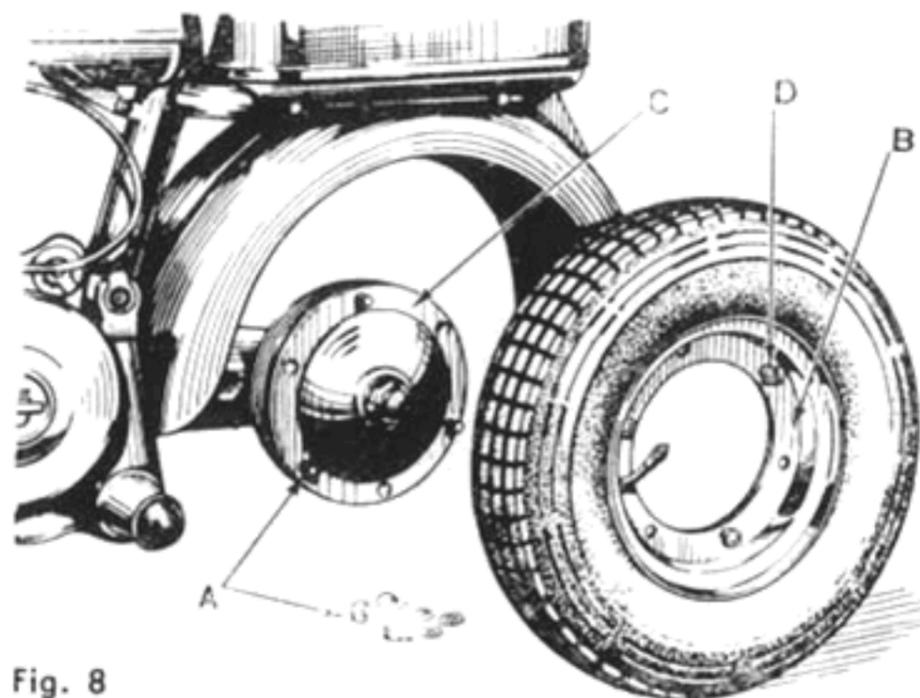
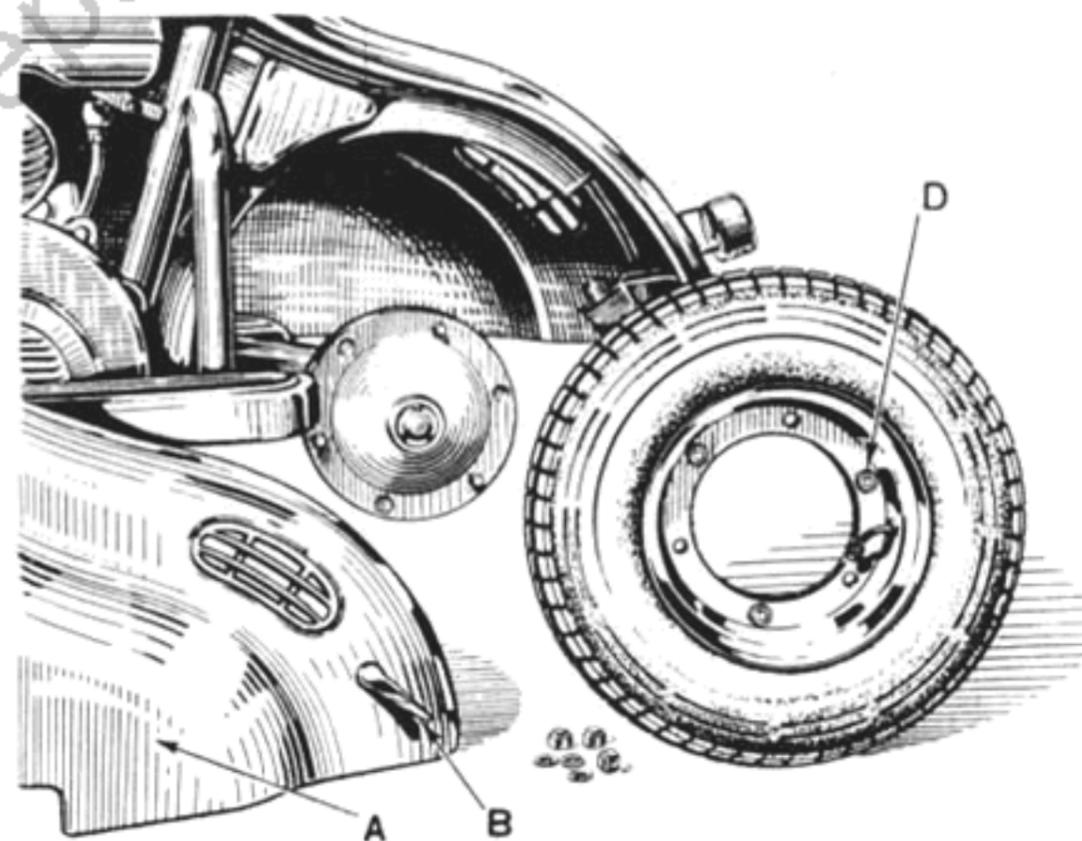

Fig. 8
Fig. 9
dadi laterali (B) che la bloccano alle bielle oscillanti (C) e spostare le rondelle sotto i dadi, incassate nelle bielle stesse. Per smontare la ruota posteriore sul tipo d (vedi fig. 8), svitare i tre dadi ciechi (A) che fissano il cerchione (B) al mozzo (C); sul tipo ld, per eseguire la stessa operazione (vedi fig. 9) occorre in precedenza smontare la fiancata sinistra (A) della carenatura allentando il relativo gancio (B). Per smontare i pneumatici dai cerchi, dopo avere smontato le ruo-